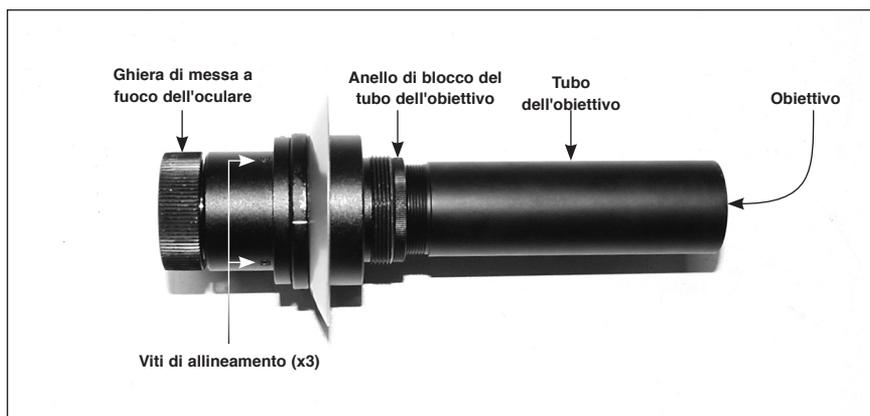

Figura 1. Componenti del cercatore dell'asse polare
Per acquisire familiarità con i vari componenti del cercatore polare fare riferimento alla **Figura 1**.
3. Se dopo la rotazione l'oggetto è rimasto al centro dei mirini, non saranno necessarie ulteriori regolazioni. Se l'oggetto ha seguito un arco ed è uscito dal centro del mirino, sarà necessario regolare le tre viti di allineamento (vedere **Figura 1**) con la chiave a brugola da 1,5 mm in dotazione. L'obiettivo è quello di spostare la stella o l'oggetto a METÀ strada verso il centro del mirino (**Figura 3**).
3. Allentare l'anello di blocco del tubo dell'obiettivo (vedere **Figura 1**) di uno o due giri in senso antiorario per consentire la rotazione del tubo dell'obiettivo verso l'interno o l'esterno fino a ottenere una messa a fuoco "all'infinito" e l'oggetto lontano appare nitido (durante l'operazione potrebbe essere necessario allentare ulteriormente l'anello di blocco). Infine, serrare nuovamente l'anello di blocco. Quando l'obiettivo del cercatore dell'asse polare è a fuoco, non dovrebbero essere necessarie ulteriori regolazioni